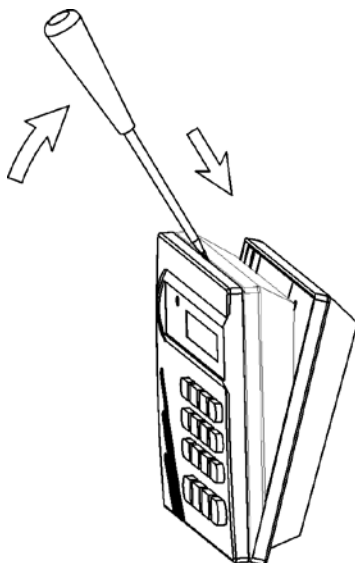

Рисунок 2. Снятие основания клавиатуры
3.3 Снимите основание клавиатуры с зацепов при помощи шлицевой отвёртки в последовательности, показанной на рис. 2.